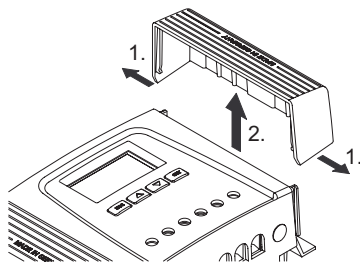

Abb. 10 Abdeckung aus der Endstellung lösen (hier: rechte Abdeckung)
1. ➔ Abdeckung mit beiden Händen greifen wie in Abb. 10 gezeigt.